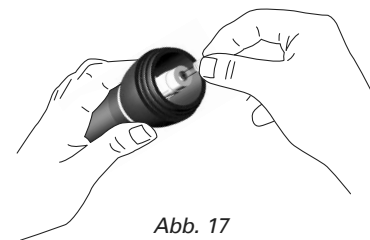

Abb. 17
3. Die Birne fest mit Daumen und Zeigefinger anfassen (Abb. 17) und gerade nach oben herausziehen, bis sich die Stifte der Birne nicht mehr im Gehäuse befinden. Die alte Birne nicht ins Feuer oder in einen Müll-Compactor werfen.
Die beiden Stifte der neuen Birne (Abb. 17) zu den beiden Öffnungen in der Fassung ausrichten und gerade nach unten hineindrücken.